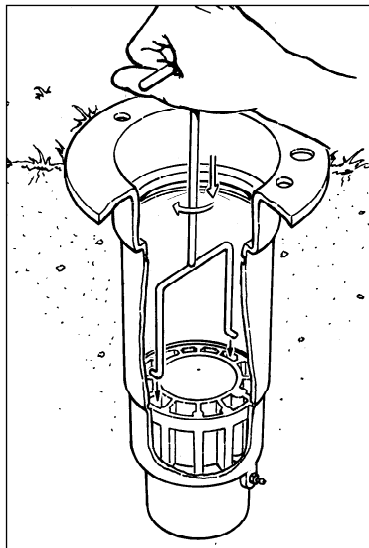

Abbildung 7
2. Mit der Ventilausbaugabel (Teile-Nr. 995-08) Ventil aus dem Regnergehäuse ziehen. Die Ventilausbaugabel wird in das Regnergehäuse eingeführt und durch das Ventil auf dessen Unterseite durchgedrückt. Durch eine leichte Drehung Ventilausbaugabel einrasten lassen und Ventil gerade nach oben herausziehen (**Abb. 7**).